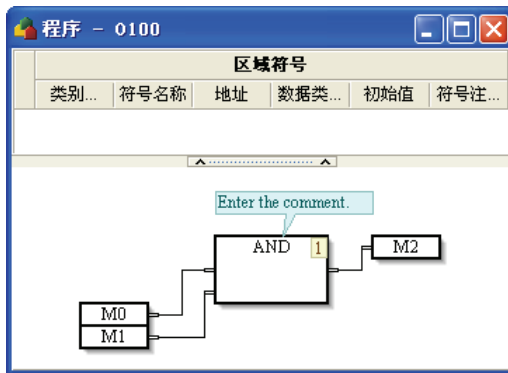

图 12-46 连接到对象的批注
- (3) 此类的批注会随被选取对象的搬移而改变位置，当用户搬移了此对象，连接其上的批注也将随之移动。如图 12-46。